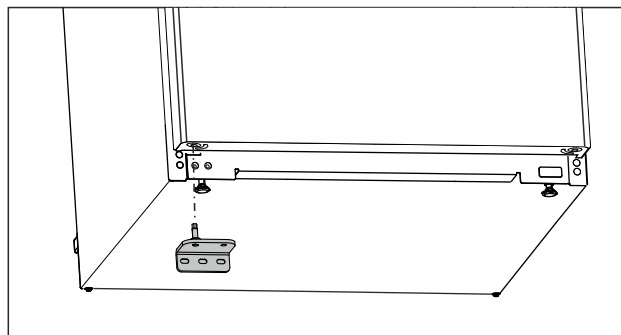

Fig. 22
- Поставете долната лагерна стойка от другата страна. (виж Fig. 22)